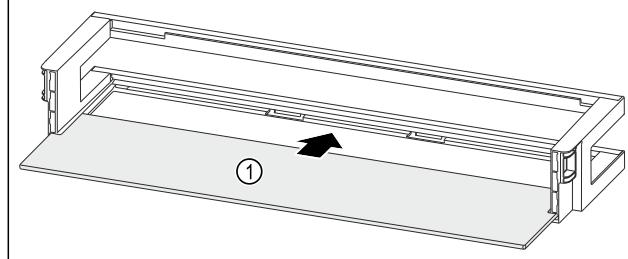

Fig. 97 Vratna polica z odlagalno polico
- ▶ Odlagalno polico Fig. 97 (1) vstavite v stranske utore.